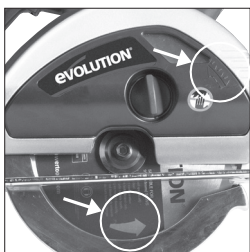

Fig. 5
- Asegúrese de que la dirección de las flechas de rotación impresas en la hoja coincidan con la dirección de la flecha de rotación que se encuentra en el recogedor de virutas. **(Fig. 5)**